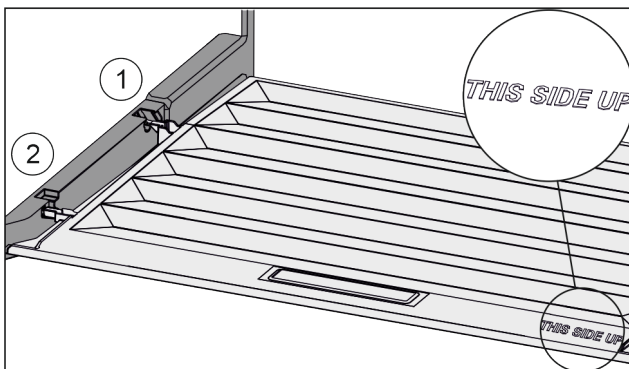

Fig. 138
- ▶ Вставити поперечні ребра через отвір заднього тримача Fig. 138 (1) і зафіксувати спереду у тримачі Fig. 138 (2).